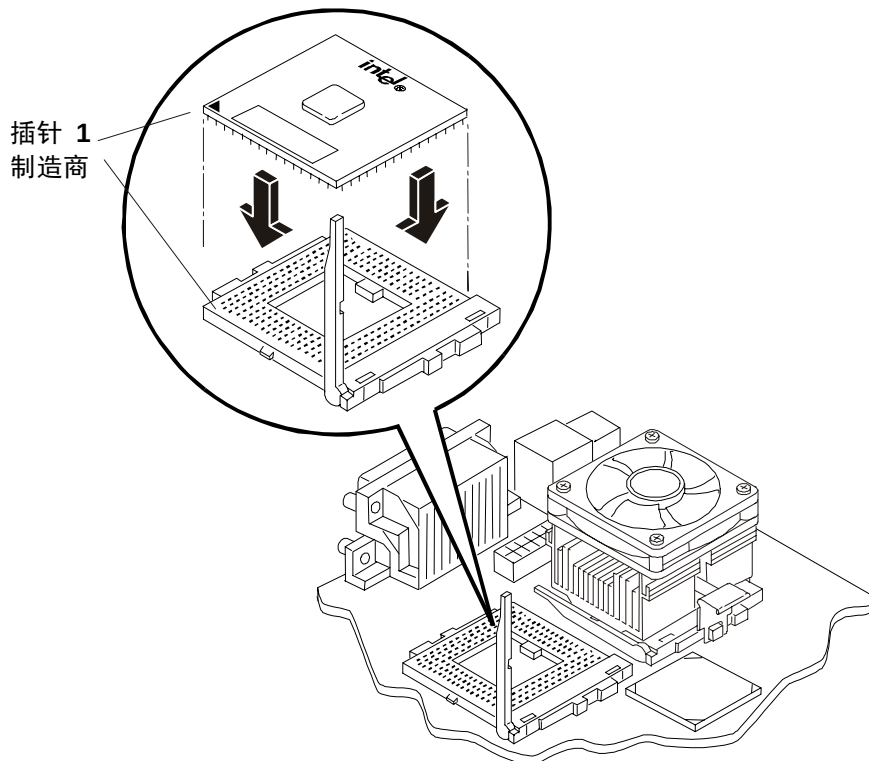

图 6-4. 在主机板上安装处理器
插槽具有插针 1 的三角形标记，该三角形标记应该与处理器上接近 ZIF 手柄末端的插针 1 的三角形对齐。请参见图 6-4。
5. 打开 ZIF 手柄以便能够卸下处理器。请参见图 6-4。